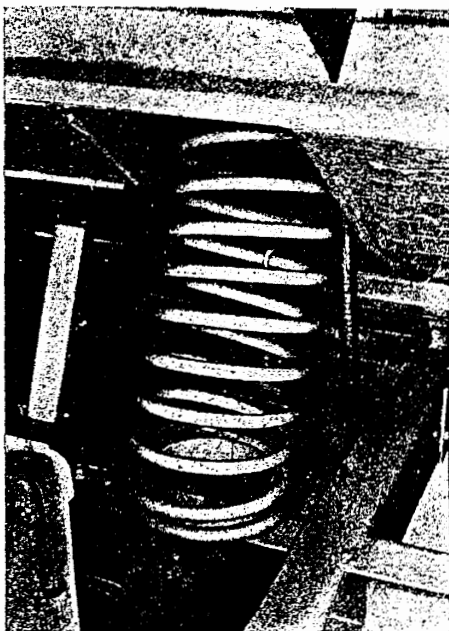

Bild Fa 8. Federhalterung
15. Druckfeder zuerst aus der Führung am Fahrgestell und dann aus der Führung an der Kabine herausnehmen, dabei Druckfederhalterung aushängen (Bild Fa 8).